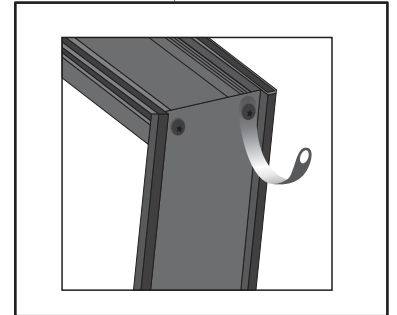

Figura 6 - Posicionamento do chumbador.
- Efetue o dobramento de todos os chumbadores com uma chave de fenda, conforme figura 6.